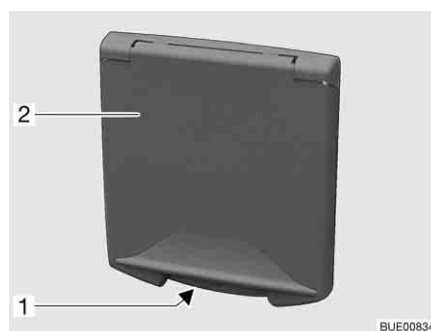

Fig. 38 Portillon pour le raccordement 230 V
- Dans la poignée encastrée (Fig. 38,1), saisir le portillon extérieur (Fig. 38,2) et le faire basculer vers le haut.